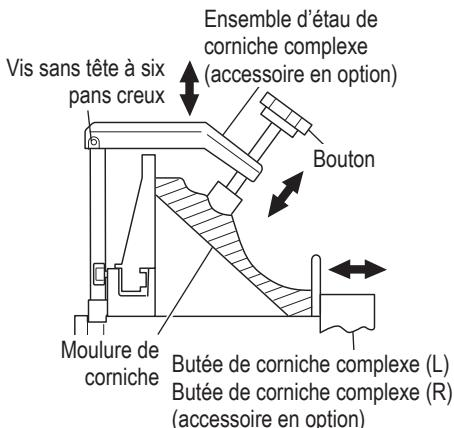

Fig. 43-b
- (1) Les butées (L) et (R) de corniche complexe (accessoire en option) permettent des coupes plus faciles de corniches complexes sans inclinaison de la lame de scie. Les installer dans le socle les deux côté à côté comme illustré sur la Fig 43-a. Après insertion, serrer les vis moletées de 6 mm pour maintenir en place les butées de corniche complexe.
Après avoir réglé la hauteur, tourner le bouton supérieur, si nécessaire, pour bien fixer la moulure de couronnement en position. (Voir Fig. 43-b)
Positionner la corniche complexe de manière que le **BORD DE CONTACT DE MUR** soit contre la garde de guidage et que le **BORD DE CONTACT DE PLAFOND** soit contre les butées de corniche complexe, comme le montre la Fig. 43-b.